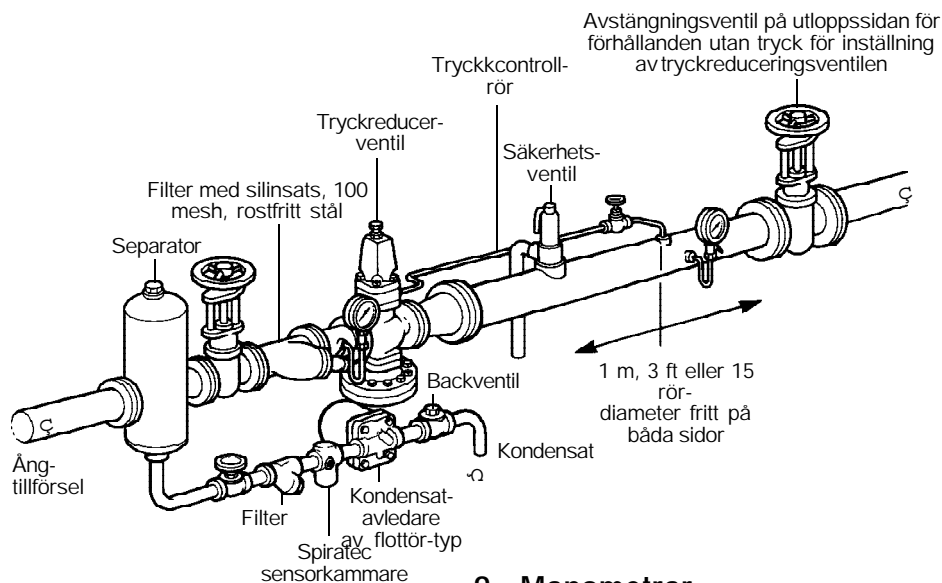
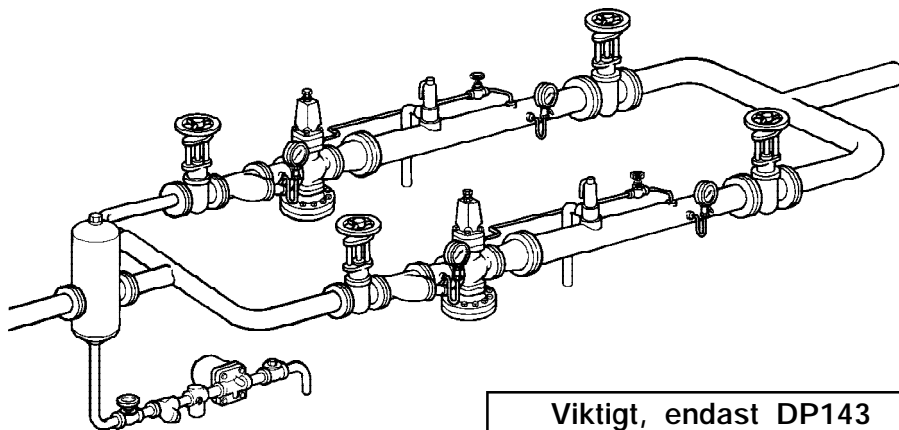

Fig. 2 Rekommenderad installation
Fig. 3
2. Montering (Fig. 2 och Fig. 3)